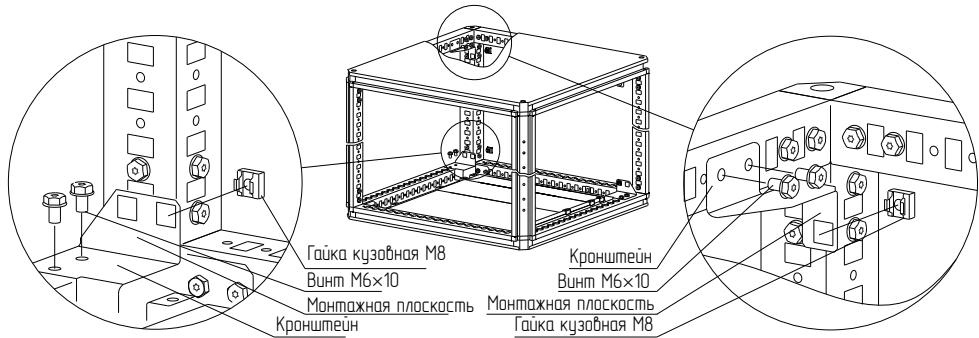

Рисунок 9
4.4.2 Закрепите на крыше и основании кронштейны винтами M6×10 (Рисунок 9).
4.4.3 Установите гайки кузовные M8 в квадратные отверстия кронштейнов (Рисунок 9).